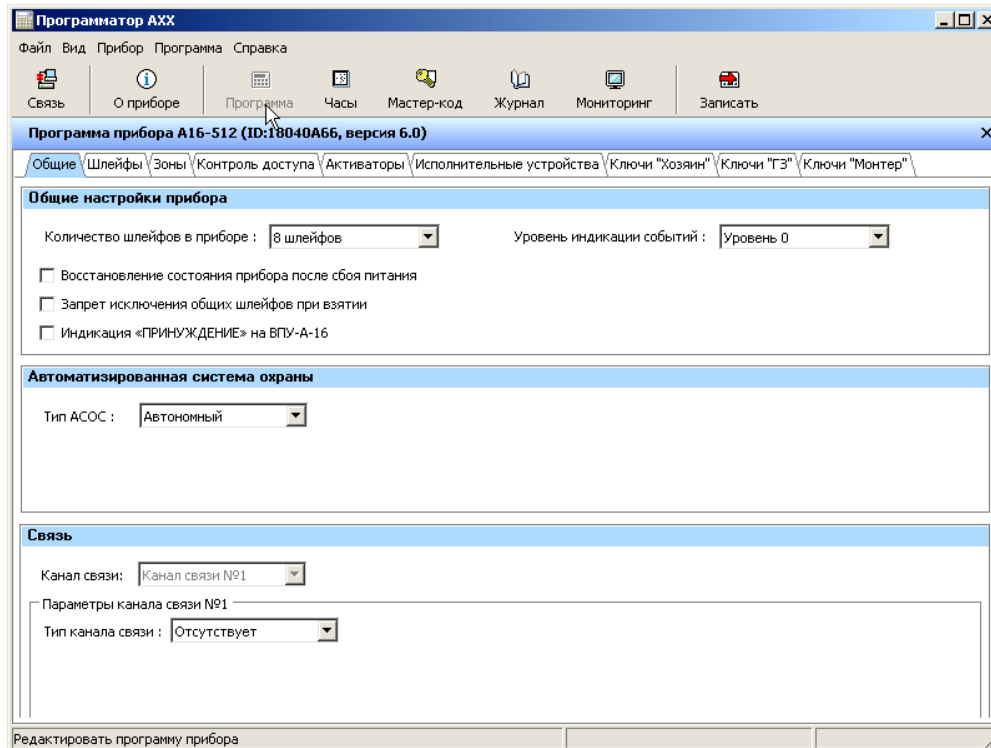

Рисунок 8 – Конфигурирование прибора «А16-512», вкладка «Общие»
**«Общие»:** задаются свойства прибора, осуществляется выбор автоматизированной системы охраны и тип радиоканала, рисунок 8;